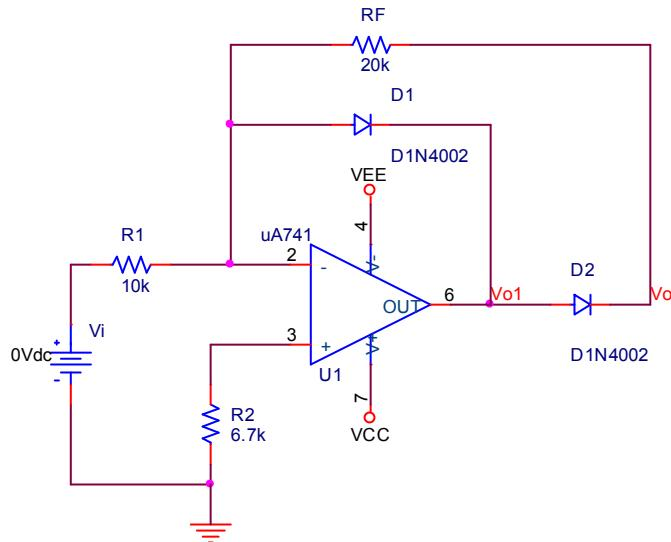

图 8.3.1 精密半波整流电路
8.3.1 图 8.3.1 所示为精密半波整流电路，运放采用 uA741。